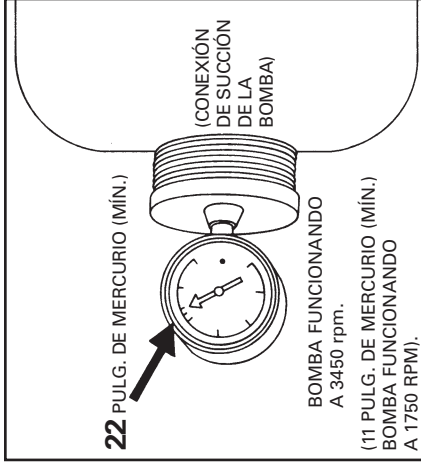

FIGURA 4
2. Apague la unidad impulsora de la bomba. Cierre las válvulas de escape y hacia la bomba. Compruebe con todas las medidas de seguridad para el líquido que se está bombeando, desconecte las líneas de succión y descarga y llene por completo la bomba. Llene la bomba con agua. Instale un vacuómetro en el puerto de succión (observe la figura 4). Encienda la unidad impulsora. El vacío total debe sobrepasar las 22 pulg. de mercurio con el eje de la bomba girando a 3450 rpm, y debe alcanzar o sobrepasar 11 pulg. de mercurio con el eje girando a 1750 rpm. Si el vacío está por debajo de estas cifras, revise lo siguiente: